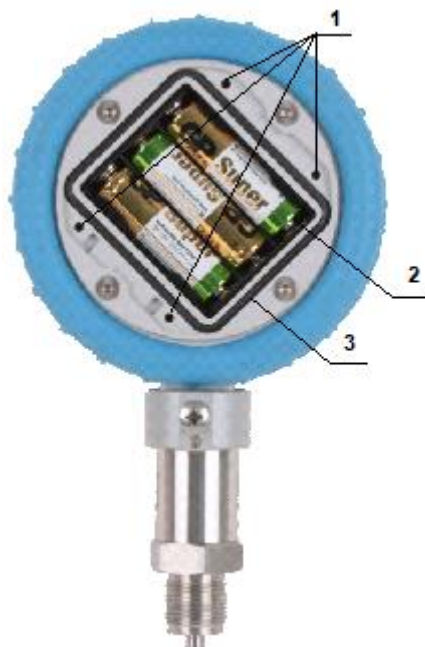

Рисунок 2.2
2.3.3 В тыльной части корпуса МТИ-100/М1 расположен батарейный отсек (см. рисунок 2.2).